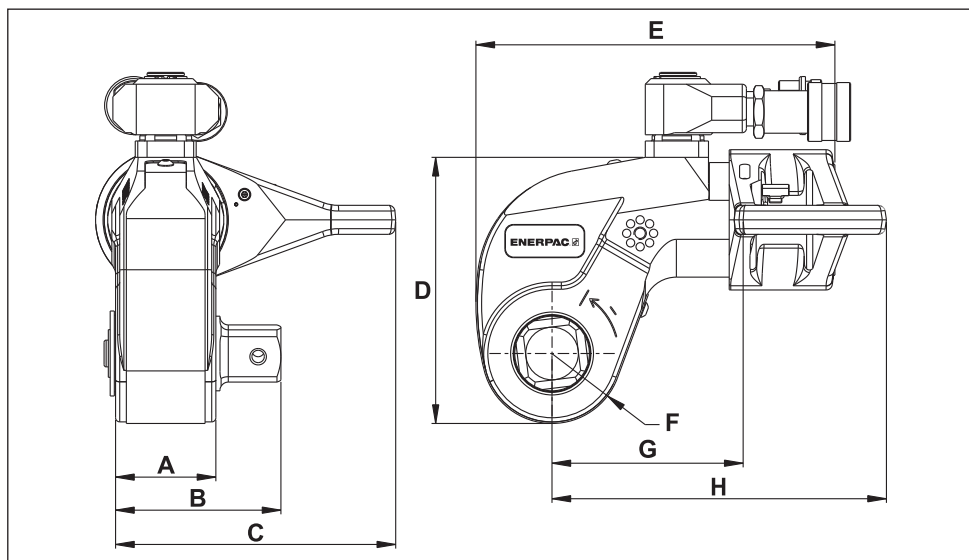

Рис. 28
6.1 Мощность, размеры и другие характеристики изделий (рис. 28)